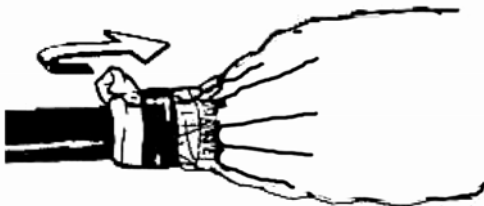

Рис. 9.11. Сросток, заполненный компаундом.
9.1.16. Развернуть углы пластиковой обертки и свернуть пакет в трубочку от обреза вниз по направлению к сростку. Подмотать лентой 88Т края пластиковой обертки к местам, где наложена мастика (рис. 9.11.).